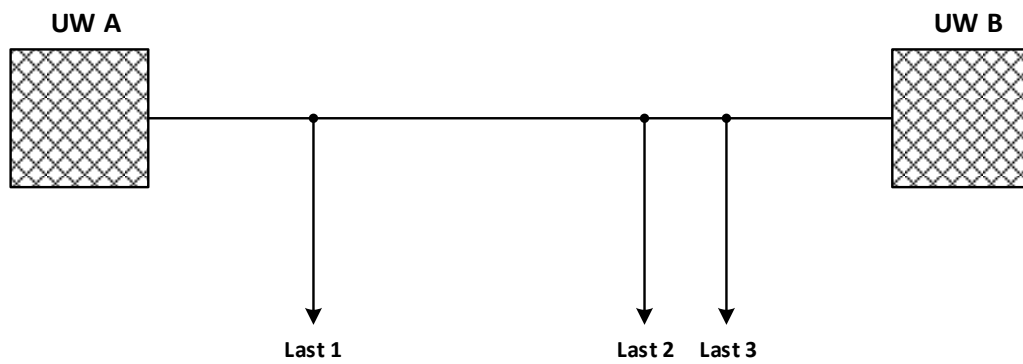

Bild 5: I- und U- Verteilung bei ungleichen Speisespannungen
- Eintragen der gemessenen I- und U-Verteilung in das Übersichtsschaltbild **(Bild 5)**